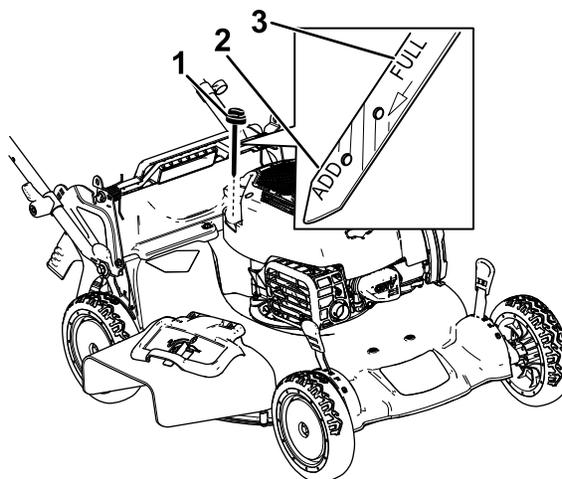

図 26
3. キャップを左に回してディップスティックを抜き取る 図 26。